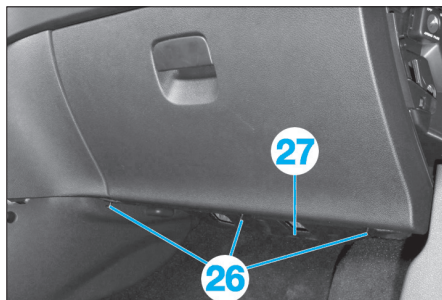

Fig. 14
- Déposer les attaches en (26) puis l'insonorisant (27) sous la boîte à gants (Fig.14).